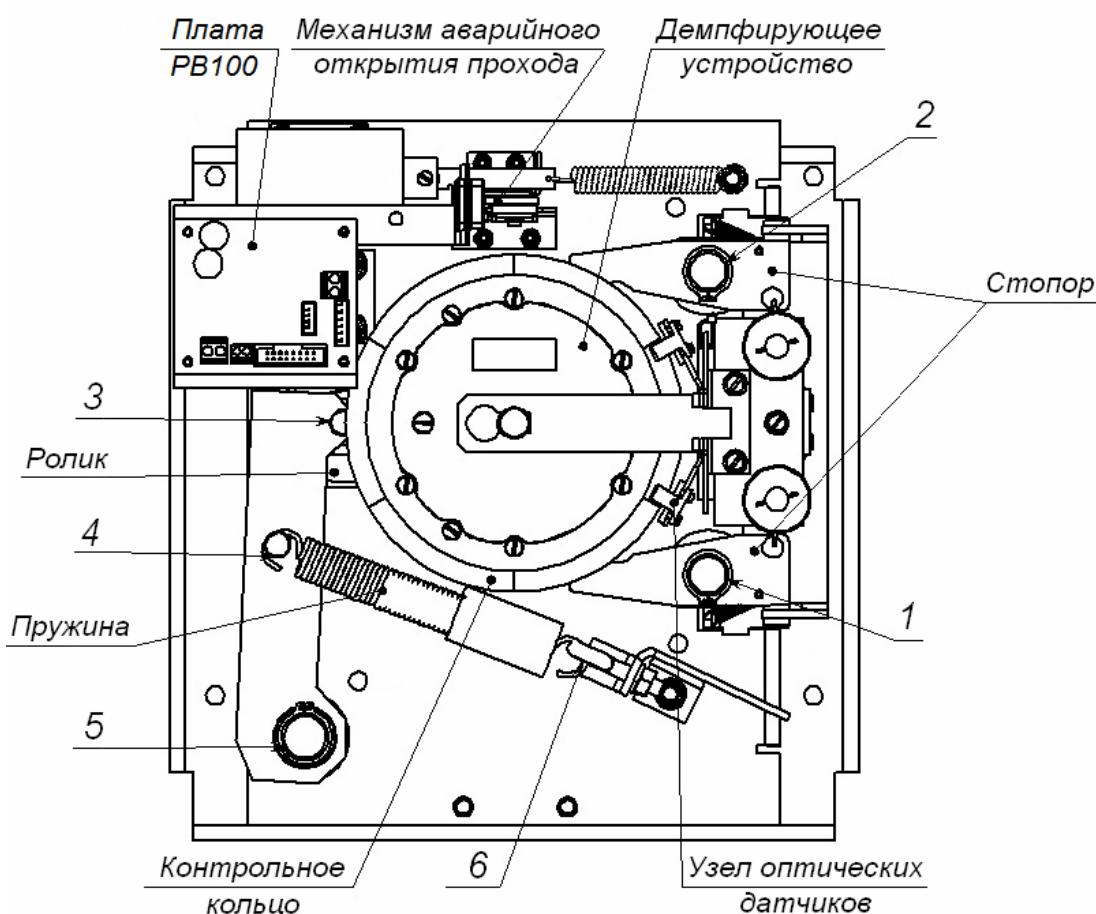

Рисунок 14. Расположение внутренних деталей и узлов стойки ЭП
6. Осмотрите устройство поворота (толкатель, пружины и ролик), оптические датчики угла поворота преграждающих планок и демпфирующее устройство (см. рис. 14).
- смазкой **Chain and Rope Lube Spray - WEICON** оси вращения рычага толкателя (5, рис. 14) ролика и стопоров (1, 2, 3, 5, рис. 14);
- смазкой ШРУС-4 точки крепления пружин поворота (6, 4, рис. 14),
12. Проверьте крепление преграждающих планок (4) в шарнирных узлах маховика и, при необходимости, подтяните крепежные винты.